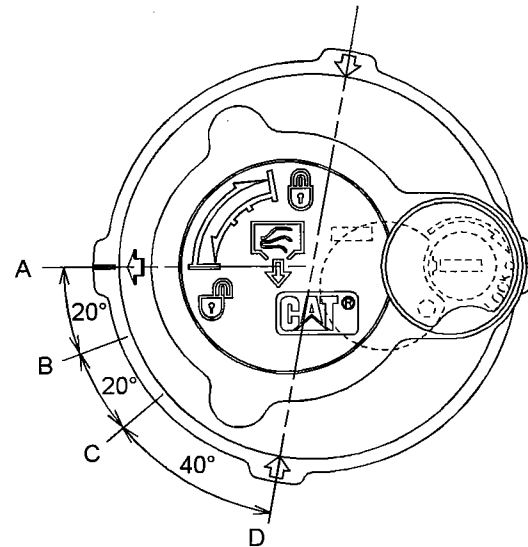

Ilustración 445
- (A) Posición TRABADA
- (B) Posición ALIVIO DE PRESIÓN - ARRANQUE
- (C) Posición ALIVIO DE PRESIÓN - FINALIZAR
- (D) Posición ABIERTA
1. Suelte la presión que puede haber en el circuito hidráulico de retorno con el siguiente procedimiento. Consulte la Ilustración 445 para ver las posiciones de la tapa del tubo de llenado.
- a. Gire la tapa del tubo de llenado hacia la izquierda, sin aplicar fuerza hacia abajo, y mueva la flecha de la posición (A) a la posición (B).
- b. Suelte la presión durante un mínimo de 45 segundos moviendo la flecha de la posición (B) a la posición (C).
- c. Empuje el centro de la tapa del tubo de llenado hacia abajo. Sin inclinar la tapa del tubo de llenado, mueva la flecha de la posición (C) a la posición (D).
- e. Apriete la tapa del tubo de llenado del tanque hidráulico hasta la posición (A).